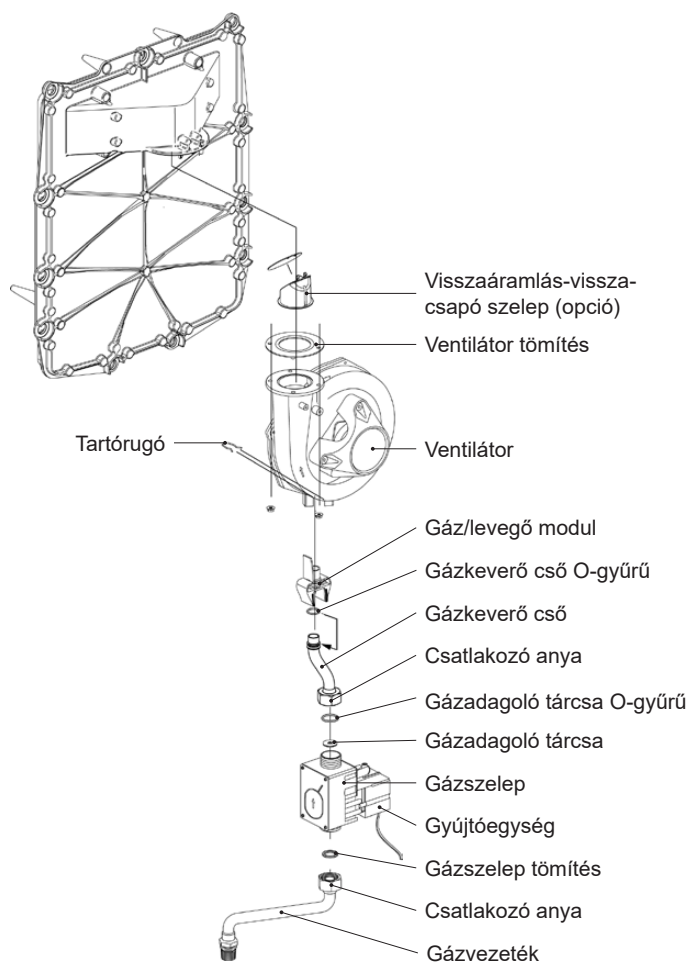

Fig. 47
- Vegye ki a ventilátor tömítését (Fig. 47).
- Szerelje be a ventilátort és a gázszelepet az égőlemez és a gázcső közé (lásd Fig. 47).